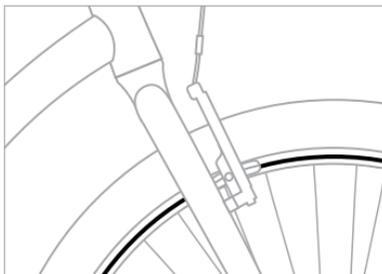

Figura 2.1 Indicador de desgaste de la llanta de aluminio.
- Una ranura poco profunda en la circunferencia de la llanta (Figura 2.1). Si la ranura ya no puede apreciarse en ningún punto, debe sustituirse la llanta.